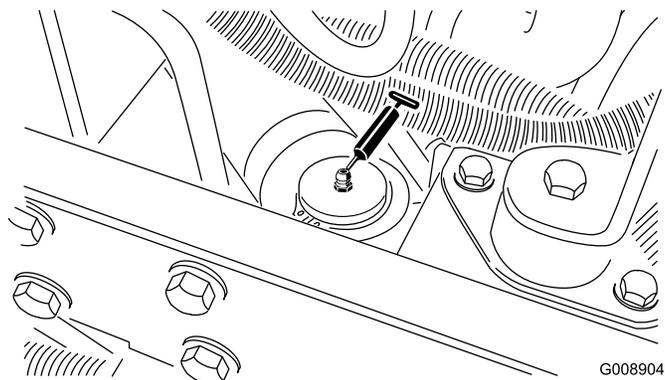

Figura 46
- Cilindro da direcção (Figura 46).